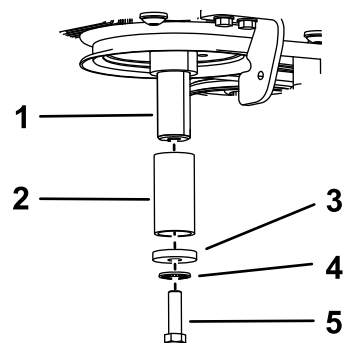

Figura 96
- C. Aplique compuesto antigripante al cigüeñal, y luego instale el perno, la arandela, la arandela de muelle y un espaciador (Pieza Toro N° 136-5411) en el eje (Figura 96).